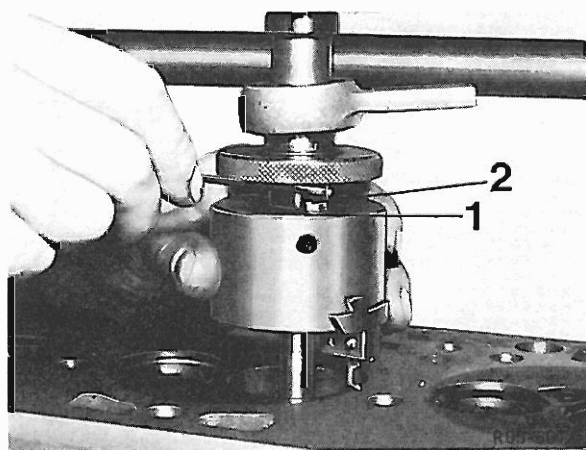

Bild 12
3 Kontermutter (1) lösen, Drehwerkzeug über den mit Öl benetzten Piloten schieben, Schnellverstellungsschraube (2) drehen, bis sich der Drehstahl horizontal über die Bohrung hinaus bewegt hat, dann Drehwerkzeug nach unten schieben, bis Drehstahl auf dem Zylinderkopf aufliegt (Bild 12).